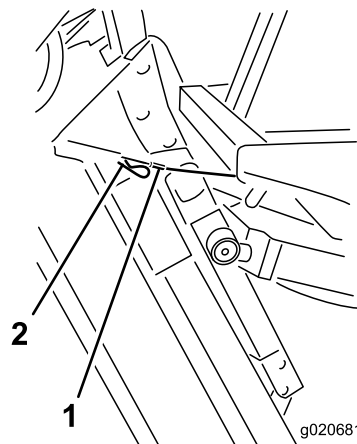

Figura 119
6. Mantenha a unidade na vertical, coloque a extremidade do cabo sobre o pino no braço de elevação da unidade de corte e fixe com o pino de segurança (Figura 119).